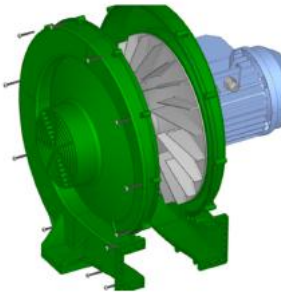

FIGURA 5
3. Fissare il carter di aspirazione al gruppo precedentemente montato, utilizzando n°12 viti KC40 x 30 (bulloneria fornita) con coppia max 5Nm (FIGURA 5).